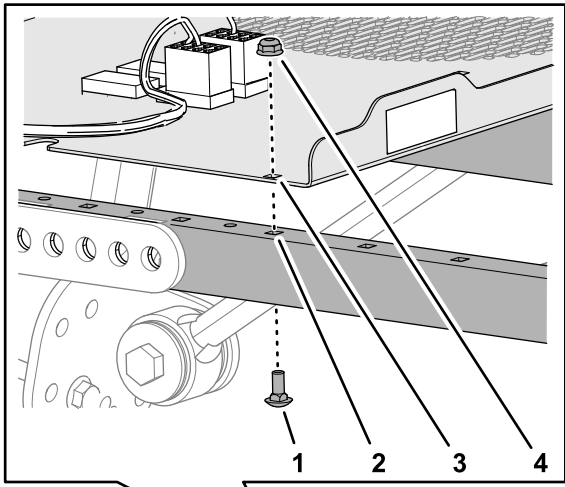

Figure 6
1. Alignez les trous carrés du panneau de commande et les trous carrés des 2 profilés latéraux du cadre du pare-soleil, comme montré à la Figure 6.
- Fixez le panneau de commande sur les profilés latéraux du cadre (Figure 6) à l'aide des 4 boulons de carrosserie et des 4 écrous.